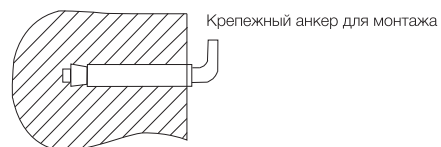

Рис. 2.
- После выбора места монтажа определите места под два крепежных болта с крюками (в зависимости от спецификаций выбранного изделия). Прodelайте в стене два отверстия необходимой глубины с помощью сверла размером, соответствующим размеру крепежных болтов, вставьте винты, поверните крюк вверх, плотно затяните гайки, а затем установите на него электрический водонагреватель (см. рис. 2).